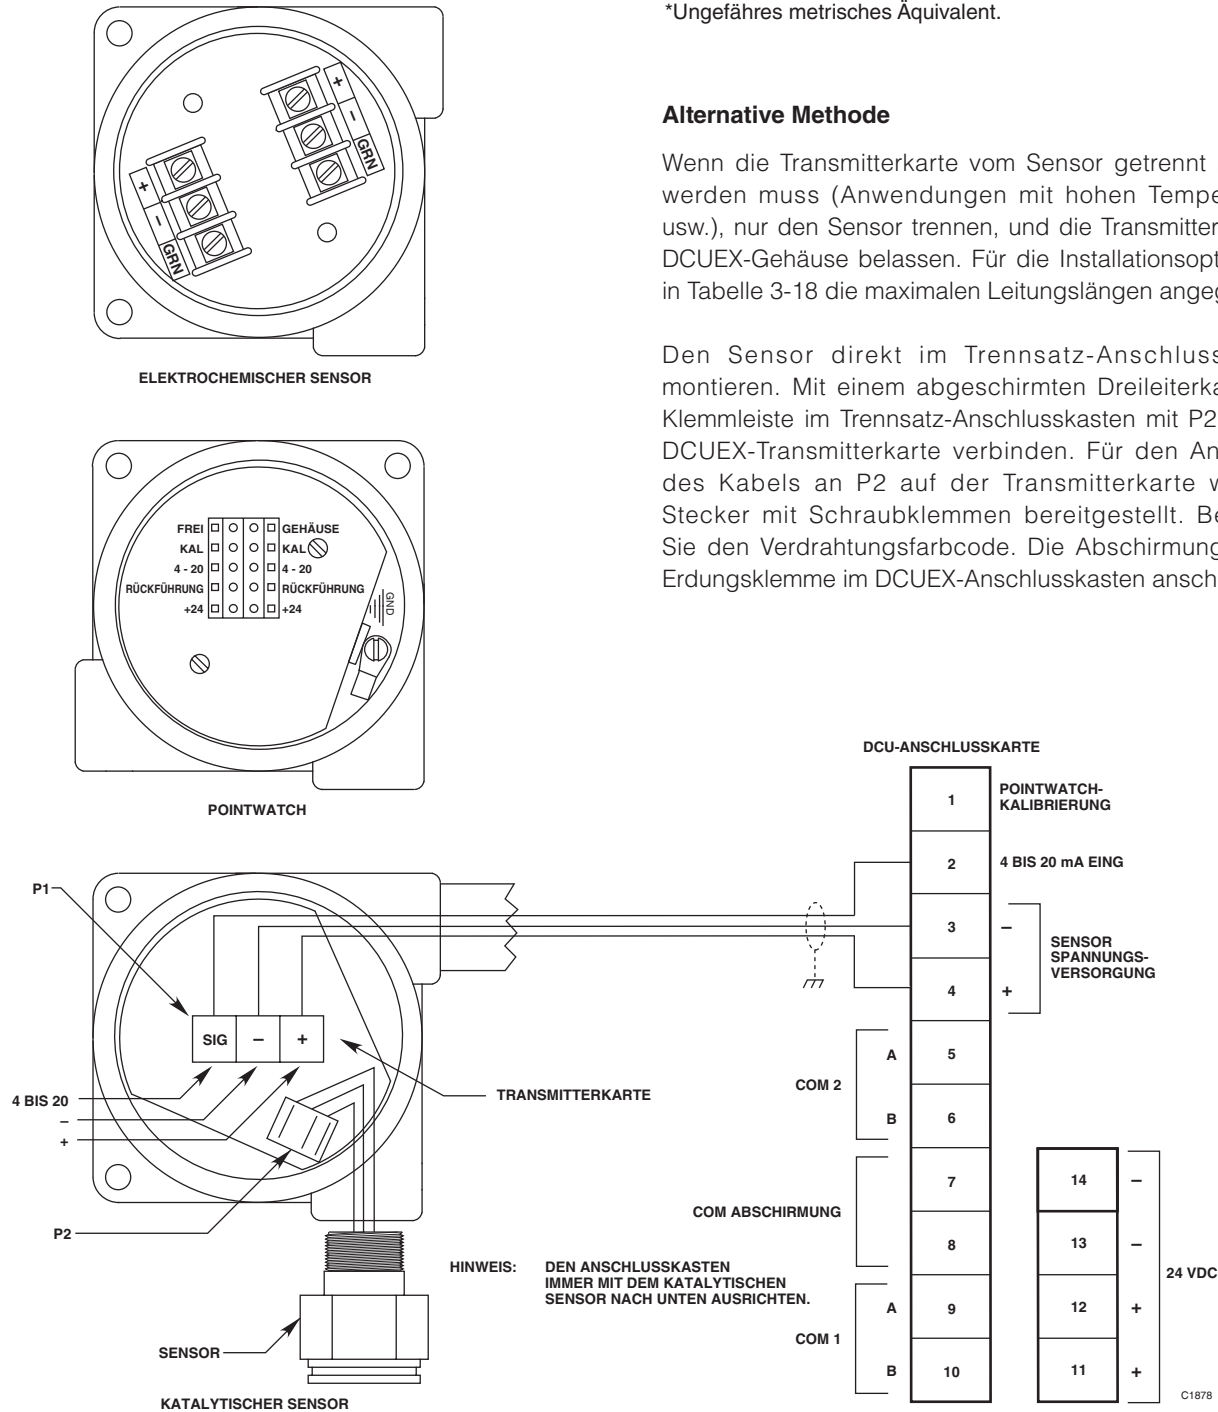

Abbildung 3-66 - Sensortrennungssätze
4. Mit einem abgeschirmten Dreileiterkabel mit einem Querschnitt von 18 AWG (1 mm²) P1 auf der Transmitterkarte mit den Klemmen 2, 3 und 4 auf der DCU-Anschlusskarte verbinden (siehe Abbildung 3-66). Die Abschirmung an die Erdungsklemme im DCUEX-Anschlusskasten anschließen.